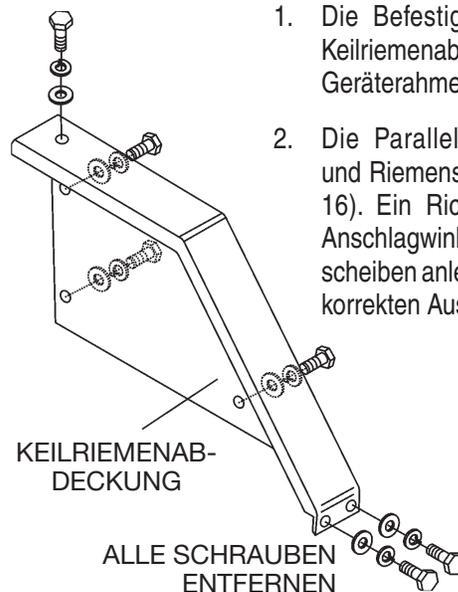

Abb. 15. Keilriemenabdeckung
1. Die Befestigungsschrauben der Keilriemenabdeckung (Abb. 15) am Geräte Rahmen lösen.